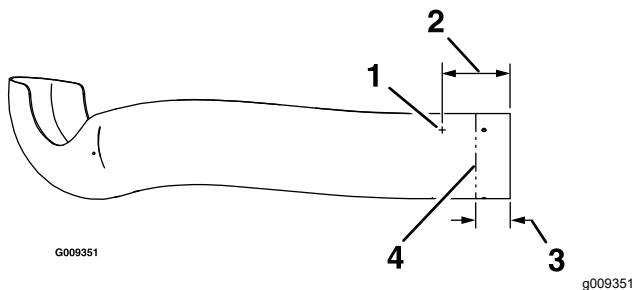

Figura 16
- Localice los 3 taladros del tubo superior. Mida 16.5 cm (6 1/2") desde el extremo del tubo y marque la posición en las 3 zonas (Figura 16).
- Perfore 3 taladros (4.8 mm / 3/16"), como se muestra en la Figura 16.
- Mida en 3 puntos - 76 - 89 mm (3" - 3 1/2") desde el extremo del tubo, haga las marcas y aplique cinta de pintor alrededor del tubo como guía (Figura 16).